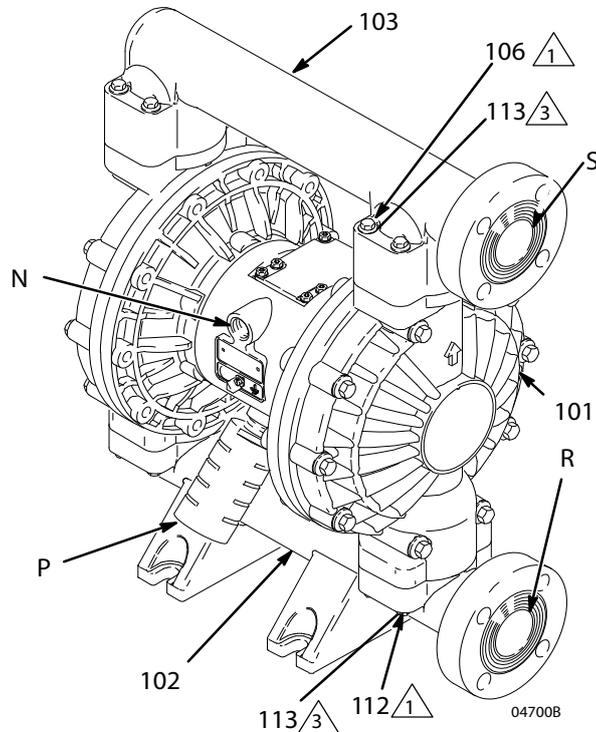

Fig. 4
A bomba é fornecida com entrada de líquido (R) e portas de saída (S) voltadas para o mesmo lado. Ver Fig. 4. Para mudar a orientação da entrada e / ou saída da porta:
1. Remover os parafusos (106 e 112) e arruelas (113) que prendem a entrada (102) e / ou a saída (103) do coletor para as tampas (101).